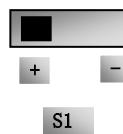
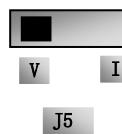

图 5-6
图 5-7
(7) E2200 控制板端子附近有一拨动开关 S1，如图 5-6，S1 选择 AI1 通道的电压输入范围，拨到“+”端，AI1 的输入范围是 0~10V，拨到“-”端，AI1 的输入范围是 -10~10V，具体拨码开关的对应位置，其他拨码开关的位置方式详见下表 5-2。.
(8) 闭合 D13 开关，电机开始正向运转；
(9) 在运行中，可调节设定电位器，修改变频器当前设定频率；
(10) 在运行中，断开 D13 开关，再闭合 D14 开关，电机运行方向改变；
(11) 断开 D13 开关和 D14 开关，电机减速，直到停止运行；
(12) 断开空气开关，变频器断电。
(13) E2200 有两路模拟量输出端子 A01、A02，A02 端子只可以输出电流信号；A01 端子既可以输出电压信号也可以输出电流信号，电压电流输出选择开关是 J5，见图 5-7，A01 输出关系如表 5-4。